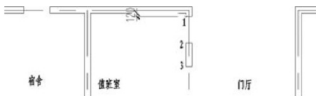

图 3.55 指定尺寸线位置
③ 在**指定尺寸线位置**或**[多行文字(M)/文字(T)/角度(A)/水平(H)/垂直(V)/旋转(R)]**: 提示下, 将光标水平向左拖动, 在合适的位置单击 (图 3.55), 确定尺寸线的位置, 然后按 Enter 键结束命令。